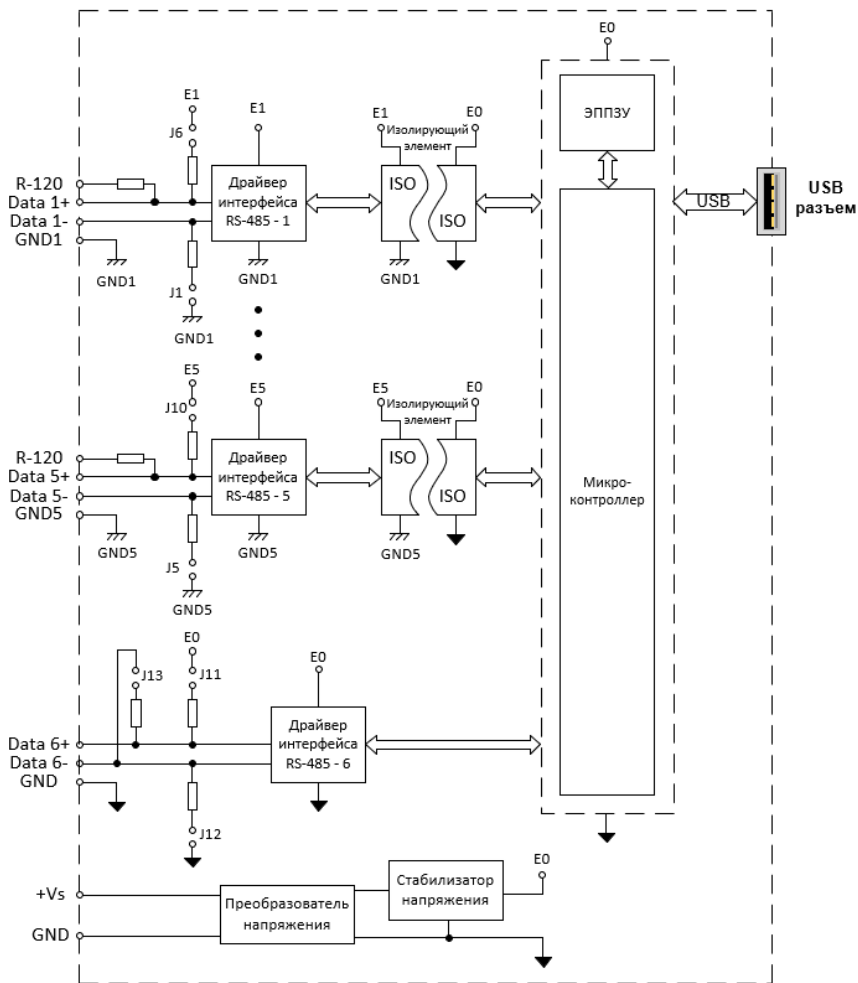
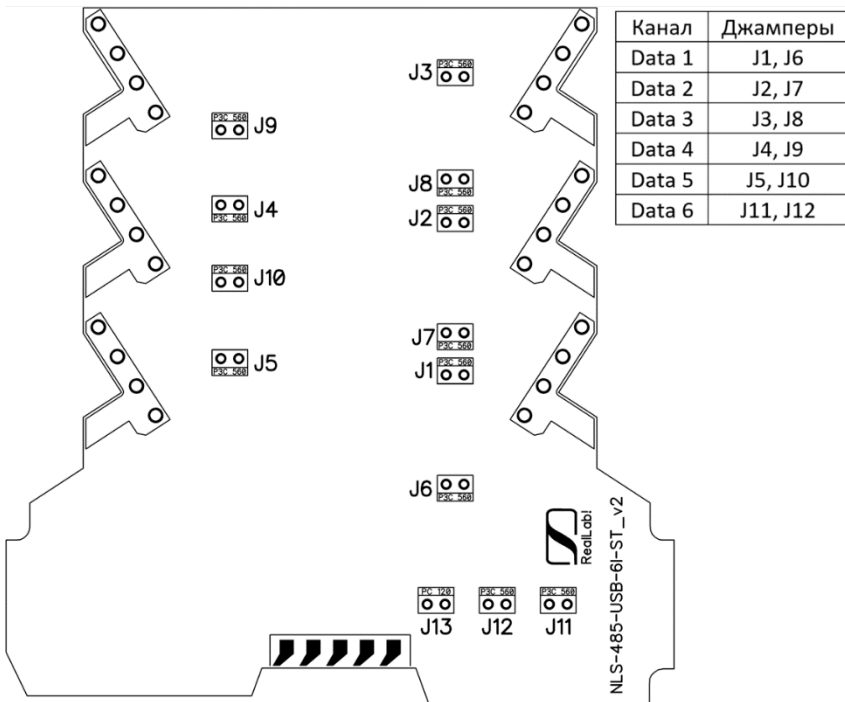

Рис. 4.1. Структурная схема модуля NLS-485-USB-6I-ST
Рис. 5.3. Расположение «джамперов» подключения резисторов подтяжки на плате модуля NLS-485-USB-6I-ST
- содержит на линиях разветвления RS-485 встроенный резистор для согласования выходного сопротивления с кабелем с волновым сопротивлением 120 Ом и резисторы смещения для устранения состояния неопределенности линии передачи (см. рис. 4.1);
Основой модуля NLS-485-USB-6I-ST (рис. 4.1) является микроконтроллер, обеспечивающий управление потоками данных между каналами. Схема питания модуля содержит преобразователь напряжения, позволяющий преобразовывать напряжение питания в диапазоне от +10 до +30 В, а также изолирующие элементы (цифровые изоляторы со встроенным DC/DC) для полной гальванической развязки каналов RS-485.
Каждый канал модуля имеет возможность подключения терминального резистора 120 Ом между линиями Data+ и Data- и резисторов подтяжки по питанию 560 Ом (Data+ к «+» питания, Data- к «земле»). Чтобы подключить терминальные резисторы на каналах Data1...Data5, достаточно соединить перемычкой клемму «R120» с клеммой «Data-» соответствующего канала. Как видно на структурной схеме, клемма Data+ соединена с терминальным резистором уже внутри модуля. Чтобы подключить терминальный резистор канала Data6 необходимо аккуратно разобрать корпус, предварительно сняв металлическую защелку (см. рис. 5.2), и установить «джампер» J13 (см. рис. 4.1). Аналогичным образом подключаются резисторы подтяжки к питанию по всем каналам – с помощью «джамперов» (рис. 5.3). **По умолчанию все подтяжки и терминальные резисторы отключены.**